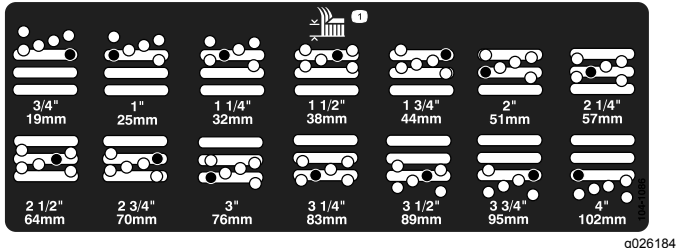

Figure 20
- Placez la chambre à la hauteur de coupe voulue et mettez l'entretoise dans le trou et la fente correspondant à la hauteur de coupe désignée (Figure 20)